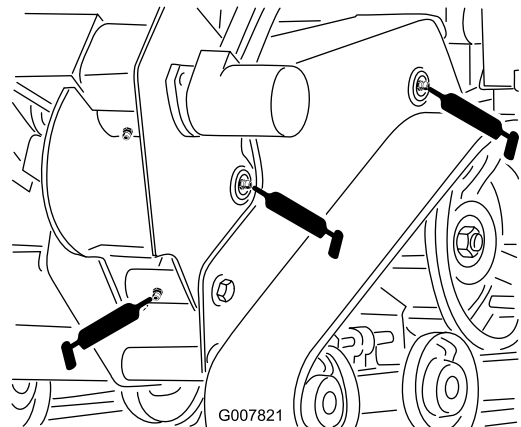
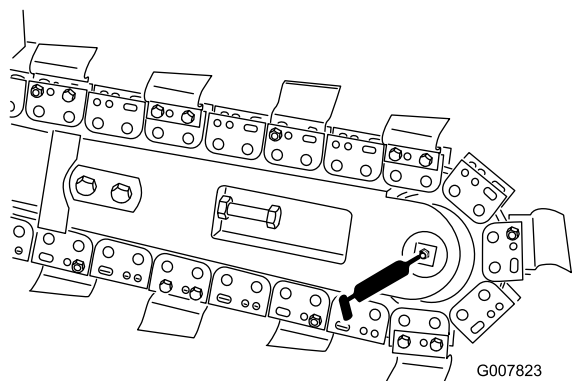

Figura 26
Figura 28
4. Collegate un ingrassatore a pressione a ciascun raccordo (da Figura 26 a Figura 28).